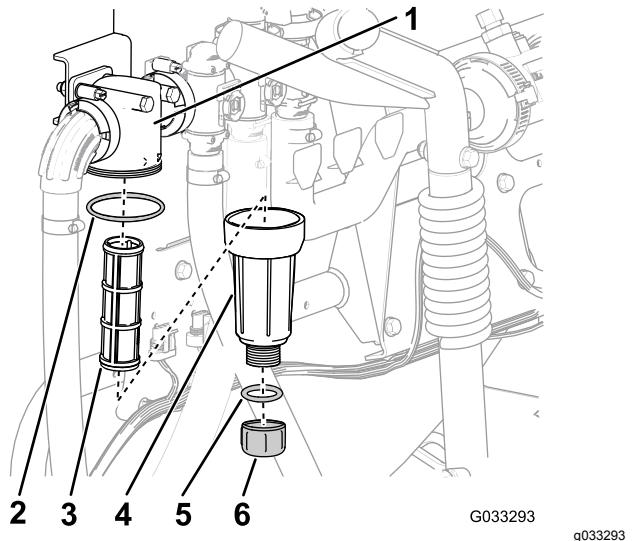

Figure 56
2. Placez un bac de vidange sous le filtre sous pression (Figure 56).
3. Tournez le bouchon de vidange dans le sens antihoraire et déposez-le de la cuvette du filtre sous pression (Figure 56).
4. Tournez la cuvette dans le sens antihoraire et déposez la tête du filtre (Figure 56).
5. Retirez l'élément du filtre sous pression usagé (Figure 56).
6. Contrôlez l'état et l'usure du joint torique du bouchon de vidange (à l'intérieur de la cuvette) et du joint torique de la cuvette (à l'intérieur de la tête du filtre) (Figure 56).
7. Montez le nouvel élément filtrant dans la tête du filtre sous pression (Figure 56).
8. Vissez la cuvette sur la tête du filtre à la main (Figure 56).
9. Vissez le bouchon sur la cuvette à la main (Figure 56).